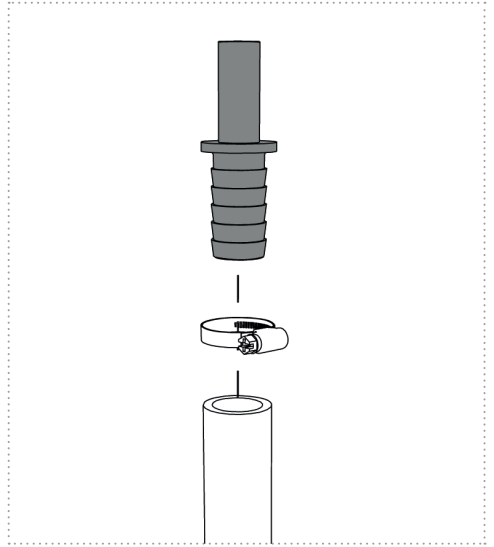

Figure 8
2. Enflez le tuyau provenant de la pompe sur le « raccord à emboîtement » approprié fourni dans l'emballage et fixez-le avec un collier de serrage (figures 8 et 9a).
3. Enflez le tuyau partant de l'unité UV sur le « raccord à emboîtement » approprié fourni dans l'emballage et fixez-le avec un collier de serrage (figures 8 et 9a).